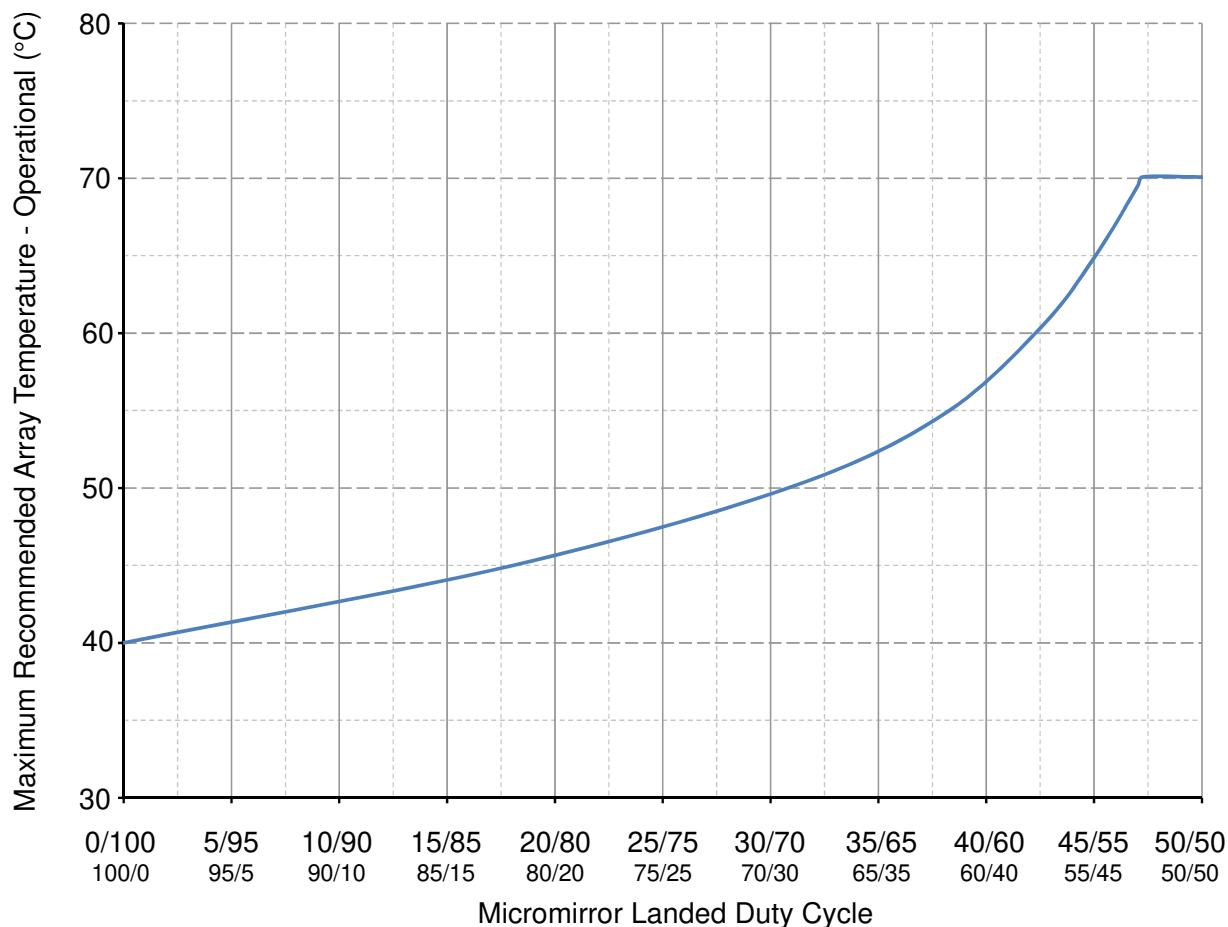

图 6-1. 建议的最高 DMD 温度 - 降额曲线
- (13) 长期定义为使用寿命期间的平均值。
- (14) 根据 图 6-1, 最大工作阵列温度应根据 DMD 在最终应用中经历的微镜着陆占空比进行降额。请参阅 节 7.7。
- (15) 短期是器件使用寿命期间的总累积时间。